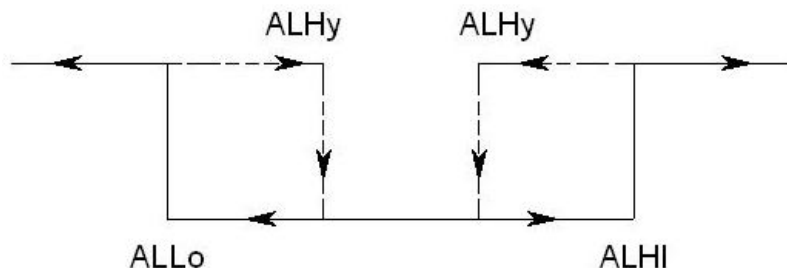

Рис. 4
- * Принцип дії налаштування «нижньої межі сигналізації» — див. рис. 4.
- * Принцип дії налаштування «верхньої межі сигналізації» — див. рис. 4.
* Принцип дії налаштування «гістерезису сигналізації» — див. рис. 4 нижче.